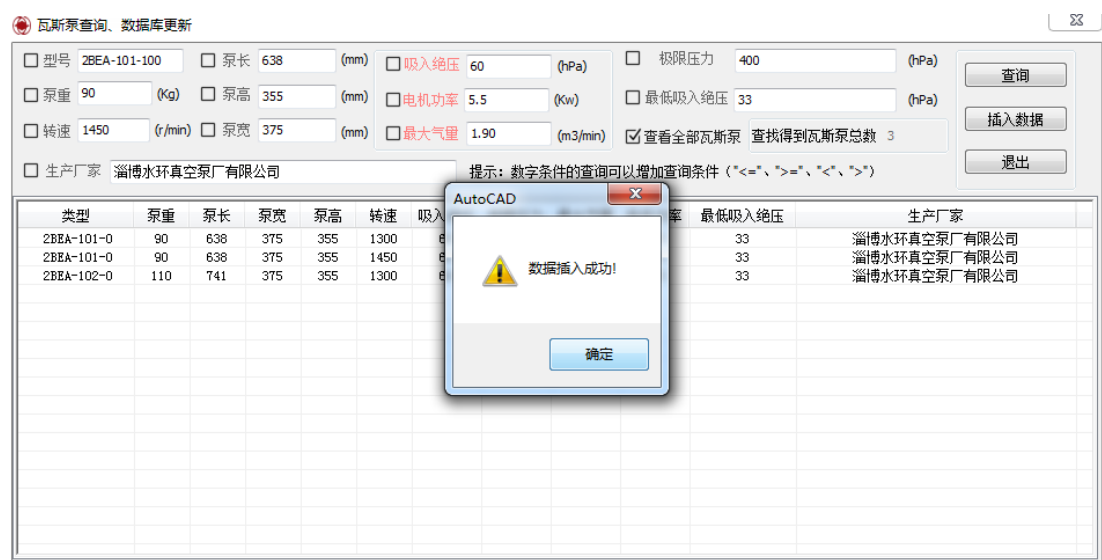
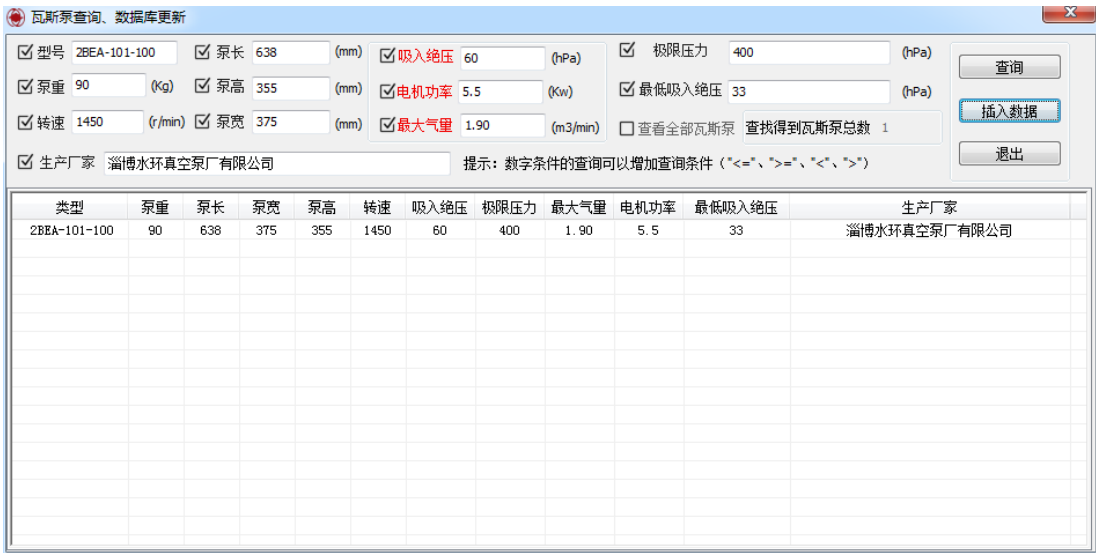

图 3-90 插入瓦斯泵数据成功
图 3-91 插入成功并查询显示结果
3. 插入新的瓦斯泵，把瓦斯泵的型号、泵重、转速、生产厂家、泵长、泵高、泵宽、吸入绝压、电机功率、最大气量、极限压力、最低吸入绝压等相关参数全部写入数据，然后单击【插入数据】按钮，则会出现如图 3-90 所示对话框，然后出现如图 3-91 所示，代表插入瓦斯泵数据成功。